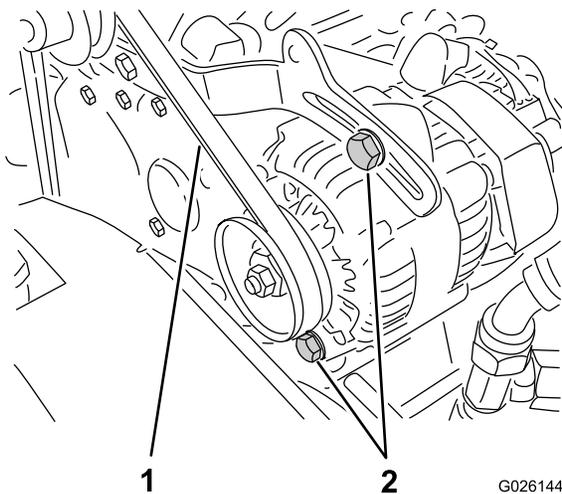

Рисунок 66
2. Проверьте натяжение, надавив на ремень посередине между шкивами коленчатого вала и генератора с усилием 10 кг (Рисунок 66).
- А. Ослабьте 2 болта крепления генератора (Рисунок 66).
В. С помощью рычага поверните генератор до достижения требуемого натяжения ремня, после чего затяните болты крепления (Рисунок 66).